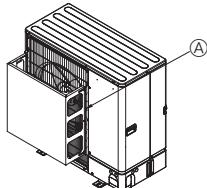

Fig. 2-5
- ② Installieren Sie eine als Sonderzubehör erhältliche Luftauslassführung, wenn die Anlage an einem Aufstellort installiert ist, an dem die Gefahr besteht, dass starker Wind direkt in die Lufteraustrittsoffnung bläst. (Fig. 2-5)